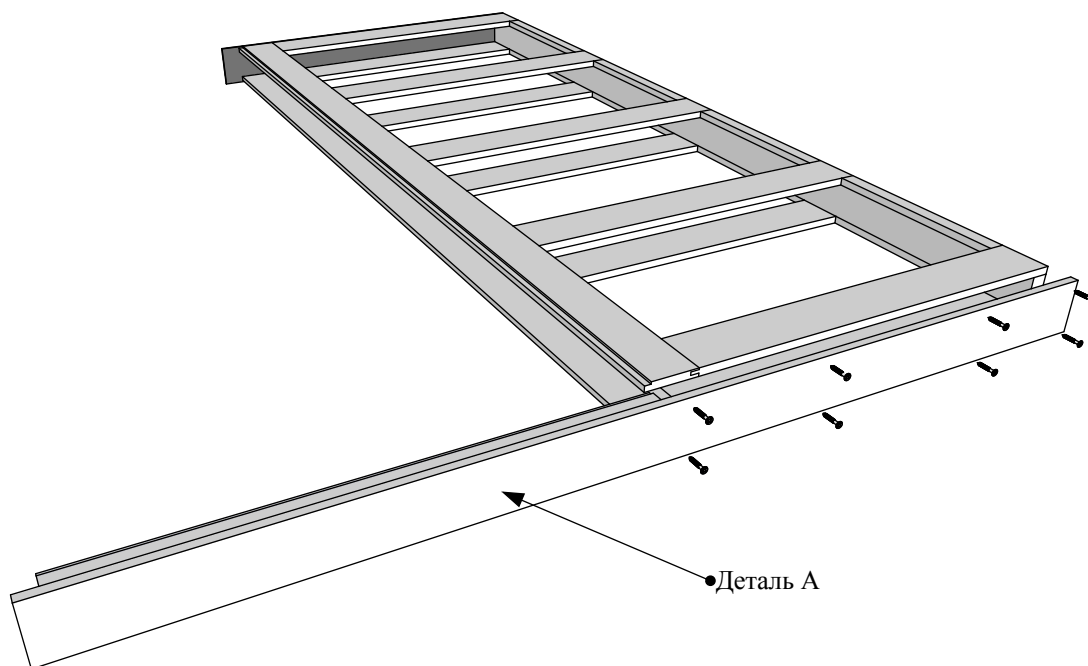

Рисунок 13
4.6 Установить верхний элемент (деталь А) и закрепить саморезам 3,5*32 (Рис. 13). Если верхний элемент толщиной 30 мм закрепить саморезами 3,5*55